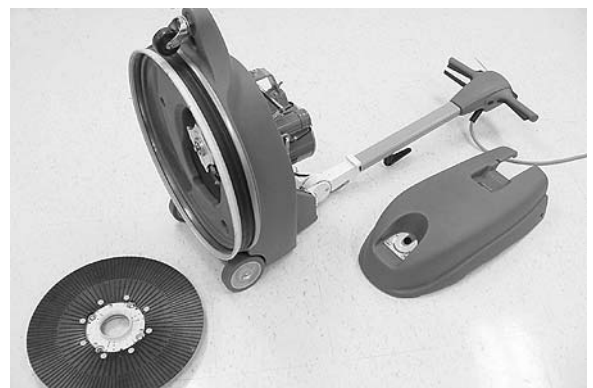

FIG. 13
- Retirez de la machine le système d'entraînement du patin et le capot du moteur (Figure 13).